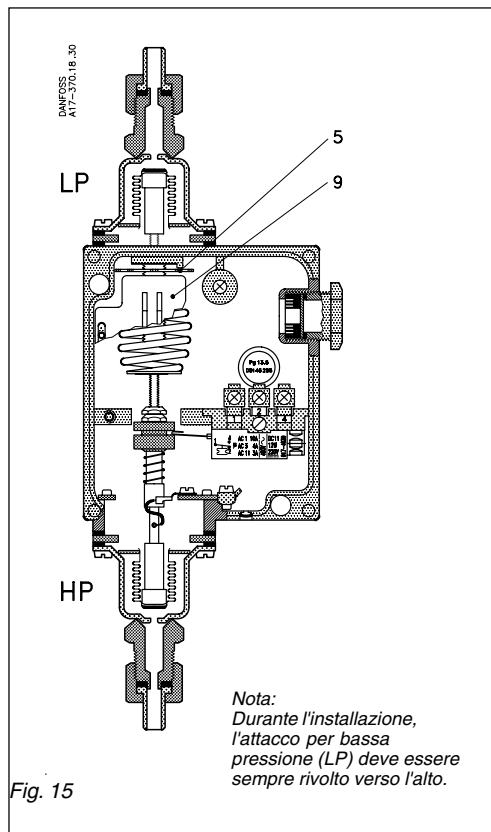

Fig. 15
Il disco del differenziale (5) fig. 15, pag.13, deve essere impostato a 1 bar (10m di colonna d'acqua) meno il differenziale fisso di 0,1 bar, quindi 0,9 bar. Il disco della zona neutra viene impostato presso il ns. stabilimento (con sigillo rosso).